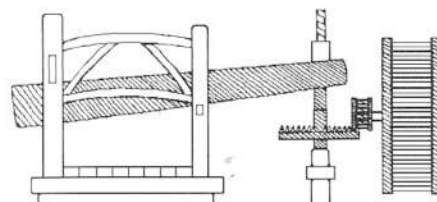

Fig. 5. D'après Charles Parain
1) Le pressoir à roue avec engrenage, vis et poutre, comme la figure 5. La littérature n'en décrit qu'un, dans l'Oise, à Silly-Tillard⁽⁹⁾ où il aurait été construit vers 1680-1720. Cette exception non briarde reste inexplicable et unique. Tous les autres sont chez nous.